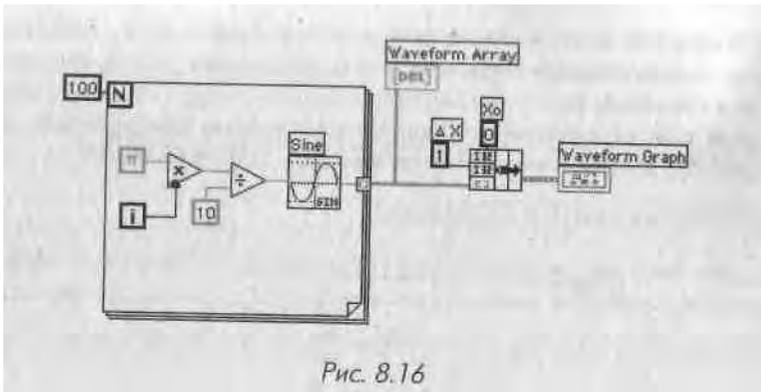
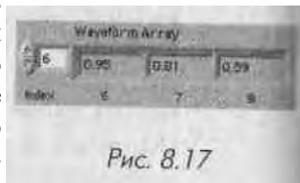
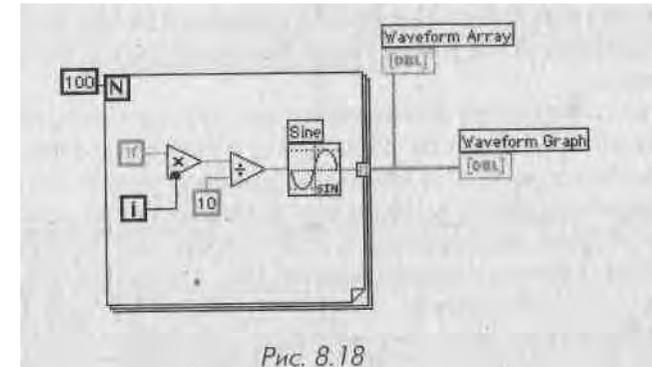

Рис. 8.16
Рис. 8.17
Рис. 8.18
4. Постройте блок-диаграмму, как показано на рис. 8.16.
- Инструментом перемещения в виде сетки увеличьте размер индикатора массива, чтобы он отображал несколько элементов. Индекс этих элементов меняется - возрастает слева направо (или сверху вниз), начиная с индекса, показанного на индикаторе индексов массива (рис. 8.17). Вы можете увидеть любой элемент в массиве путем введения индекса этого элемента в индикатор индексов. Если вы укажете число, превышающее размер массива, то изображение элемента будет серым. На блок-диаграмме, изображенной на рис. 8.16, задайте для осциллограммы начальное значение  $X$  и  $\Delta X$ . Зачастую  $X_0$  равно 0, а значение  $\Delta X$  равно 1. В этих случаях вы можете подключить массив осциллограммы прямо к терминалу графика, как это показано на рис. 8.18, и воспользоваться значениями по умолчанию для  $\Delta X$  и  $X_0$ .
- Вернитесь к окну блок-диаграммы. Удалите функцию **Объединить** и подключенные к ней константы, затем выберите функцию **Удалить неисправные проводники** (Remove Broken Wires) в меню **Правка** (Edit) или нажмите соответствующую клавишную комбинацию. Завершите подключение элементов блок-диаграммы (рис. 8.18).